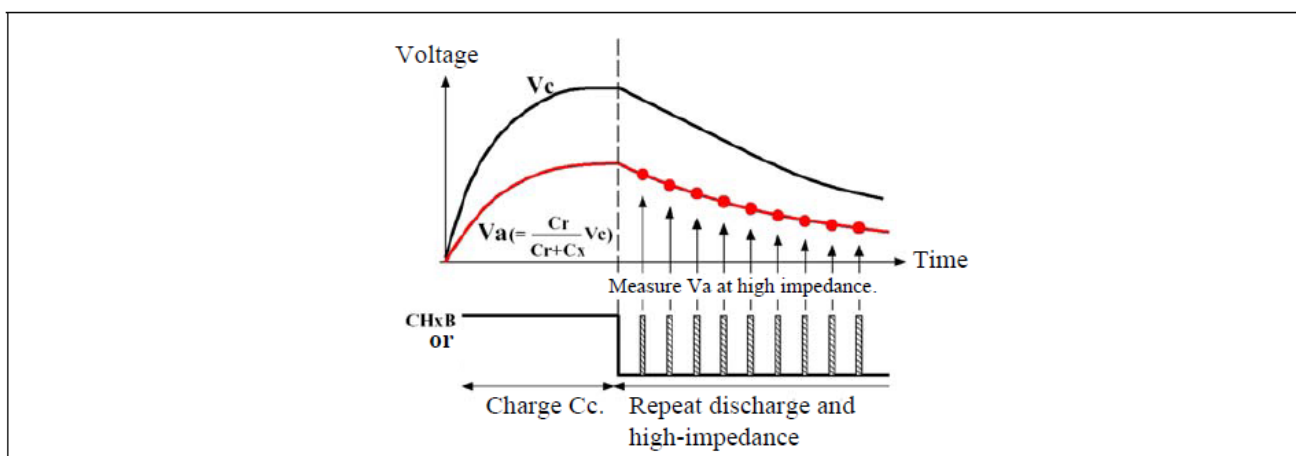

图 4.3 Va 和 Vc 随时间变化如图
- (1) 通过管脚CHxC 施加VCC对Cc电容进行充电。
- (2) 当对Cc充电完成后，通过把CHxA和CHxB连接到地对Cc进行放电操作
- (3) 在对Cc电容进行短时间的放电后，保持管脚CHxA, CHxB和CHxC高阻状态 (Hi-Z), 然后测试CHxA引脚的电压. 此时,如图4.3所示, 把CHxA管脚检测的电压标记为Va , 把管脚CHxC上的电压标记为Vc, 则, Va电压的表达式如下图所示：